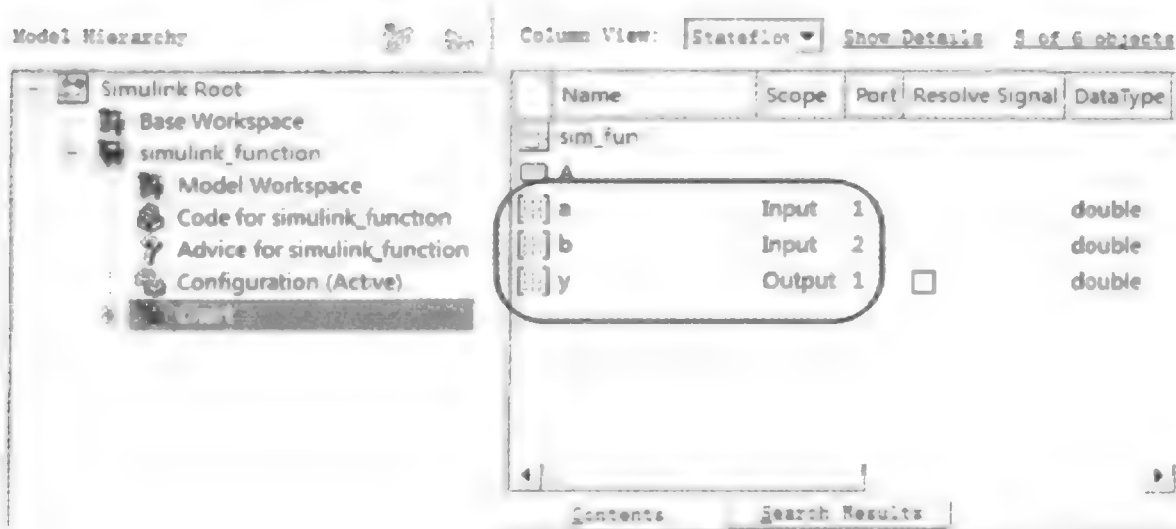

图 3.6.22 定义数据对象
(4) 定义两个 input from Simulink 属性的数据对象作为函数的输入;定义一个 output to Simulink 属性的数据对象作为函数的输出,如图 3.6.22 所示。